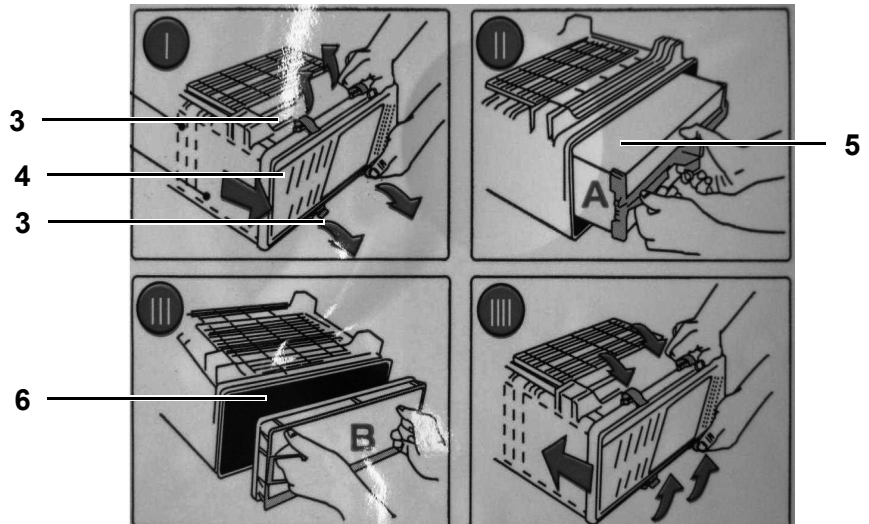

Fig. 218 Substituição do filtro de ar
| 2 | Abra a comporta de serviço (1) na Fig. 218. |
| 3 | Abra as quatro braçadeiras de trava (3) na Fig. 218 da tampa do filtro e remova a tampa do filtro de ar. |
| 4 | Remova o elemento principal, Primário (5) na Fig. 218 e o elemento de segurança, Secundário (6) na Fig. 218 e descarte-os corretamente. |
| 5 | Insira o novo elemento principal, Primário (5) na Fig. 218 e o elemento de segurança, Secundário (6) na Fig. 218. |
| 6 | Reconecte a tampa do filtro de ar (4) na Fig. 218 usando as braçadeiras de trava (3) na Fig. 218. |